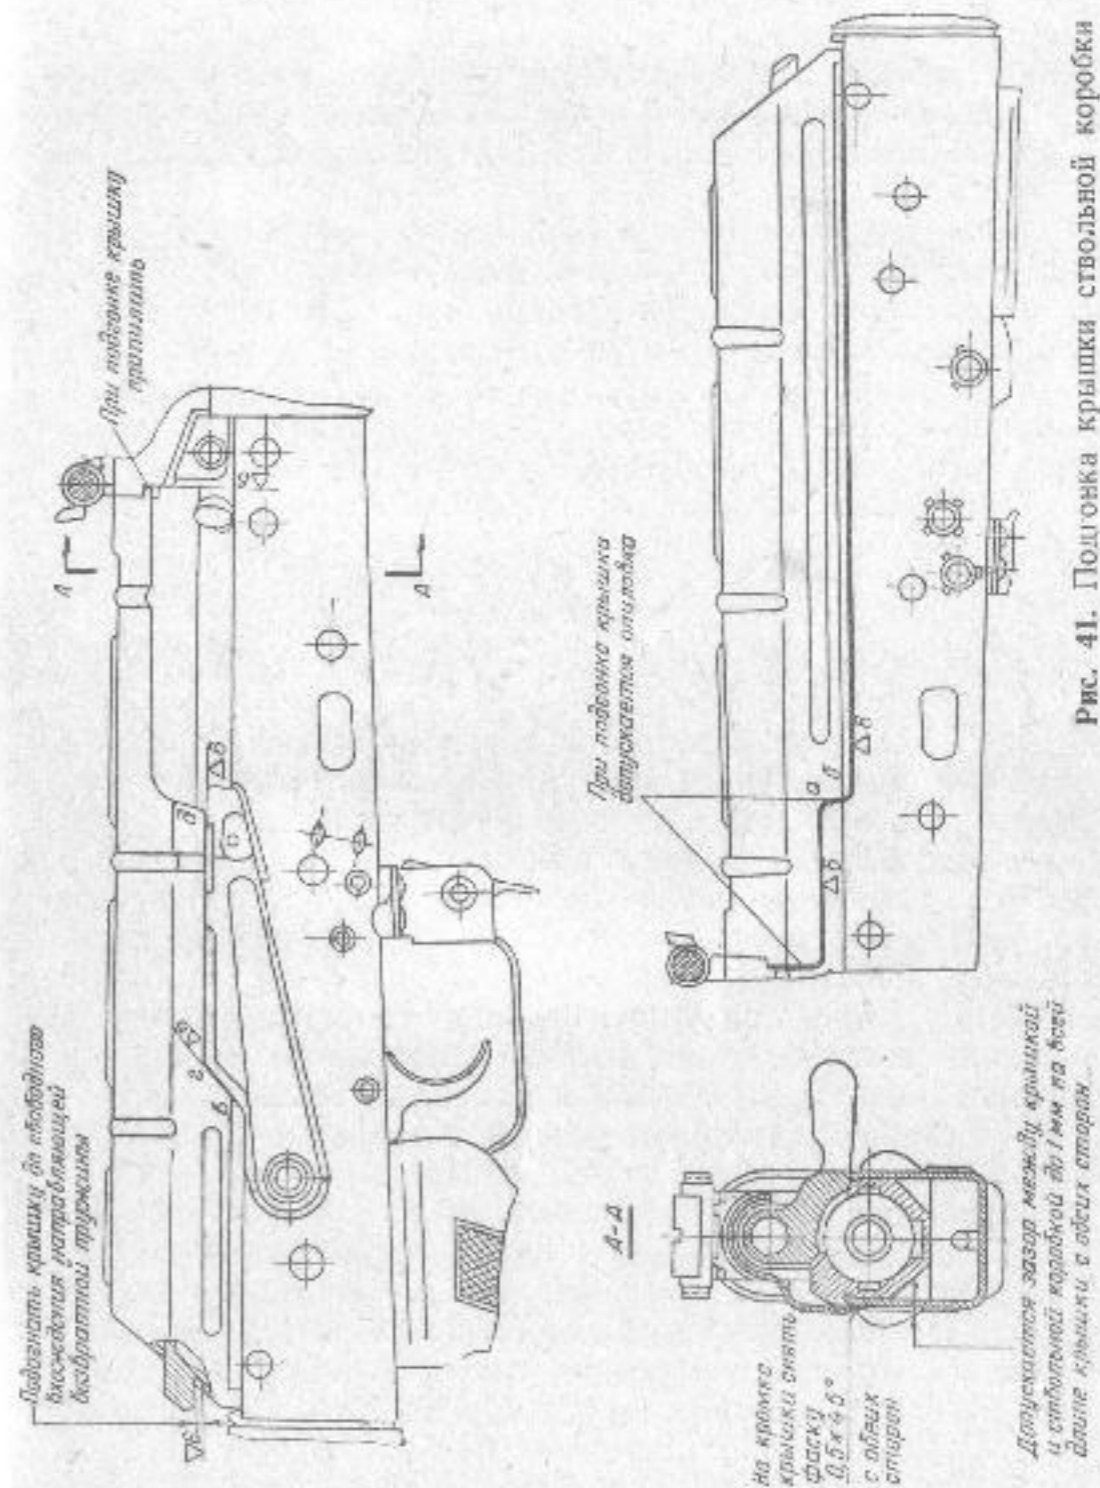

Рис. 41. Подгонка крышки ствольной коробки
1. Подобрать крышку ствольной коробки по месту. При необходимости опилить передний торец крышки ствольной коробки или стенку выреза *аб* для уступа ствольной коробки (рис. 41) так, чтобы она свободно соединялась со ствольной коробкой; продольное перемещение крышки допускается не более 0,5 мм.